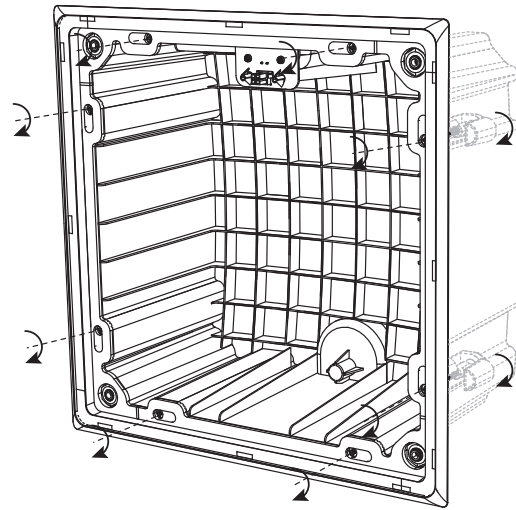

Fig. 18. Tighten the mounting clamp screws (X8)
3. Przytrzymać tylną puszkę w suficie, jednocześnie dokręcając śruby mocujące w kierunku zgodnym z ruchem wskazówek zegara (rys. 18). Rób to systematycznie, aż wszystkie osiem zacisków znajdzie się na swoich miejscach, a tył może bezpiecznie przymocować płytę gipsowo-kartonową do sufitu.